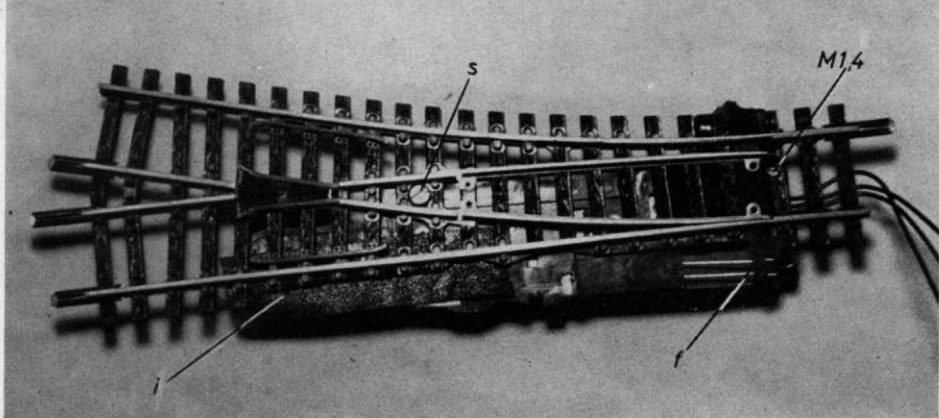
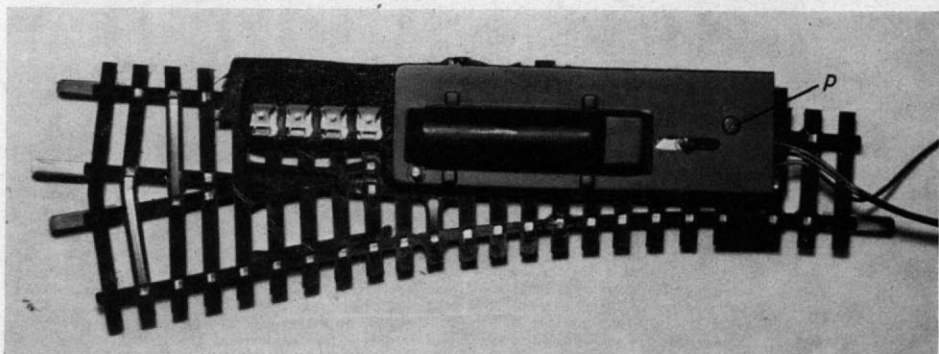
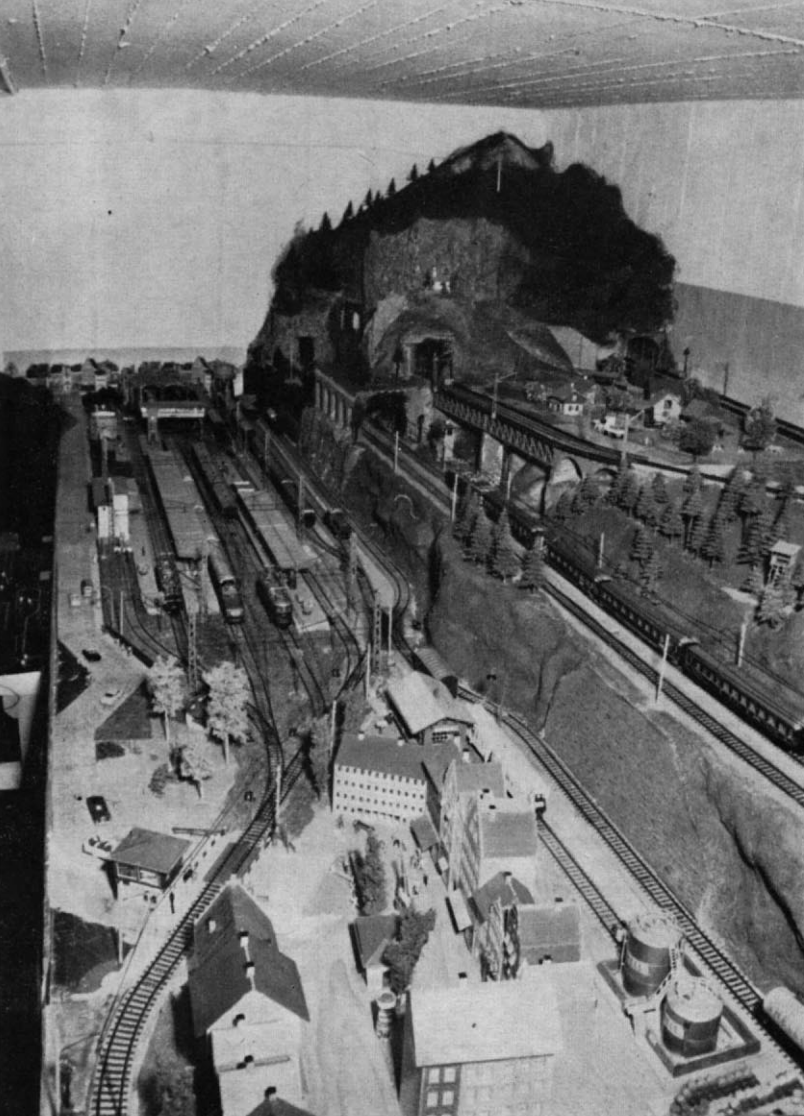

Abb. 2. Die nach dem Umbau wieder montierte Weiche mit dem nach unten „umgeklappten“ Antrieb (von oben gesehen).
Abb. 3. Von unten betrachtet bietet die umgebaute Weiche diesen Anblick.
Abb. 1 (Vergleich zu
Abb. 1. Die ersten drei Grundtypen der Piko-9-mm-Bahn: Diesellok V 180, gedeckter Güterwagen und offener Güterwagen im Größenvergleich zu einem Damen-Finger. Der weiterhin noch lieferbare zweite offene Güterwagen entspricht in der Form dem hier abgebildeten, ist jedoch aus (leider etwas transparentem) giftgrünem Kunststoff.
Abb. 2. Ein Piko- und ein Arnold-Wagen bieten – miteinander gekuppelt – von oben dieses Bild. Der Pufferabstand ist, wie man sieht, recht erheblich und die Kupplung selbst kann kaum mit der Arnold'schen (links) konkurrieren.
2. Plastikteil, auf dem der Antrieb montiert ist, vom Gleisteil vollkommen absägen (mit Laubsäge), dabei Zuführungen zu den Umschalter-Kontakten mit durchsägen. Der Schnitt ist nicht gradlinig (siehe Abb. 1).
Abb. 1. Die in die zum Umbau benötigten Einzelteile zerlegte Fleischmann-Weiche. Der Antriebsteil ist nicht mit einem geradlinigen Schnitt abzutrennen, sondern etwa so „gekurvt“, wie hier zu sehen.
3. Bei a, b und c (Abb. 1) kleine Stücke aus dem Plastikkörper aussägen und bei b und c die Kontakt-Blechstreifen nach unten umbiegen; damit sind diese wieder festgelegt.
5. Antrieb einfach nach unten umklappen, also Rücken an Rücken mit dem Schwellenrost (siehe Abb. 2 und 3). Dabei ein Stück Isolierband i zwischen Anschlüsse und Gleis legen (siehe Abb. 1 und 2).
6. M 2-Senkschraube s (10 mm lang, mit kleiner Unterlagscheibe aus Plastik, siehe Abb. 1) von oben in der Nähe des Herzstückes zwischen zwei Schwellen nach unten durch das aufgebohrte Loch d des Weichenantriebes stecken (Abb. 2) und das Ganze mit einer M 2-Mutter zusammenhalten.
7. Weichenantrieb nun zusammenbauen: Zuerst Schaltstück und Federn einsetzen; dabei passen die Federn (f in Abb. 2) genau wieder in die Zungenstellschwelle Z, nur eben von unten. Anker dann ebenfalls einsetzen.
8. Damit der Antrieb noch an einem zweiten Punkt mechanisch mit dem Gleiskörper verbunden ist, wird er mit einer M 1,4-Schraube befestigt (siehe Abb. 2). Deshalb Weichenantrieb zunächst so justieren, daß er einwandfrei umschaltet. Dann für die M 1,4-Schraube ein Loch mit 1,5 mm \varnothing bohren und beide Teile mit dieser Schraube und einer Mutter befestigen.
9. Der Antriebsdeckel kann nun mit der dafür vorhandenen Plastikschräube p (Abb. 3) und, wenn man will, auch noch mit einer M 2-Mutter (Schraube s, Abb. 2) befestigt werden.